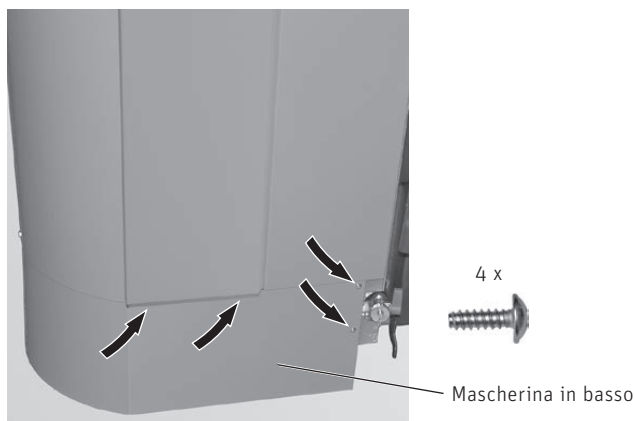

Fig. 80 Montare la mascherina inferiore per la stiva (solo BioWIN Klassik / Premium)
- ▶ Avvitare in basso la mascherina inferiore per la stiva con 4 viti autofilettanti – Fig. 80.